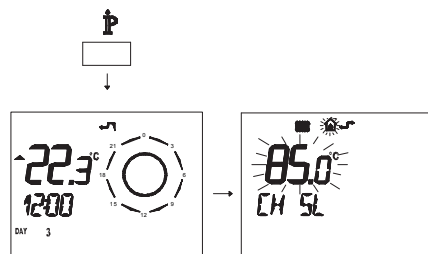

Figura 5.49
- Premere per più di 3 secondi il pulsante **P** per entrare in modalità **INFO** (Figura 5.49).